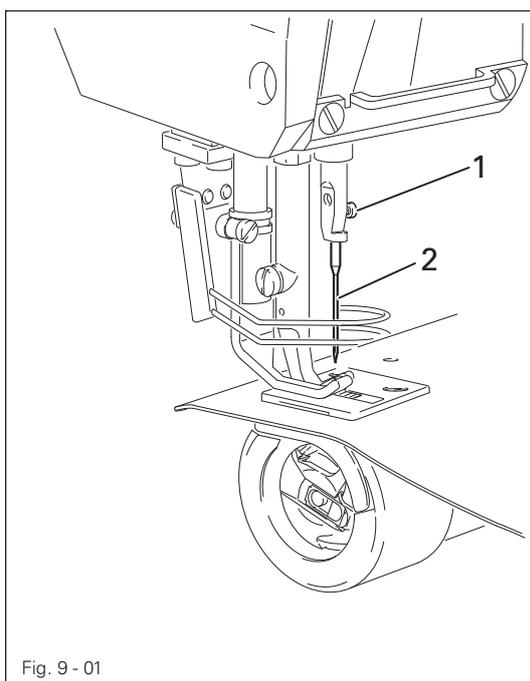

Fig. 9 - 01
- Den Faden gemäß Fig. 9 - 02 einfädeln und im Uhrzeigersinn einige Male auf Spule 1 wickeln.